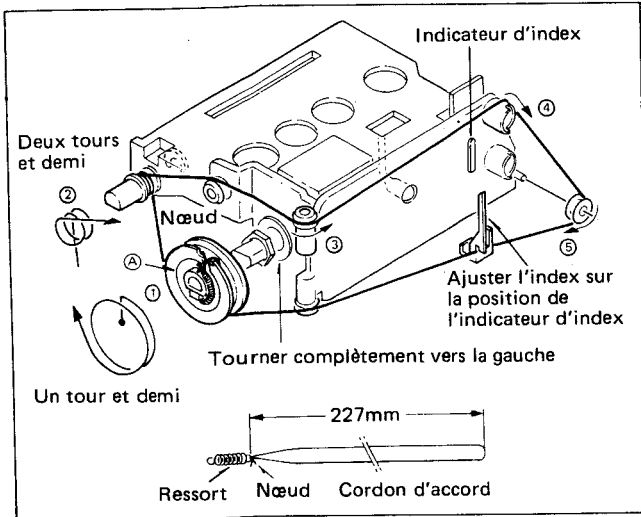

Fig. 4-1
2. Après avoir aligné la poulie indiquée par la lettre (A) sur la figure 4-1 dans la position illustrée par la figure, faire passer le cordon dans l'ordre indiqué par les chiffres encadrés.